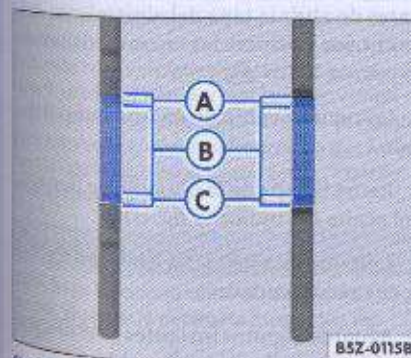

Fig. 110 En el vano motor: varilla de medición del nivel de aceite
- Retire nuevamente la varilla del aceite y controle el nivel del aceite en la extremidad inferior de la varilla ⇒ página 169, fig. 110.
Si el nivel del aceite se sitúa en el área ⇒ página 169, fig. 110 (A), no debe reabastecerse de aceite.
Así que el nivel del aceite alcance por lo menos el área (B) ⇒ página 169, fig. 110, cierre cuidadosamente la tapa de la boquilla de llenado.